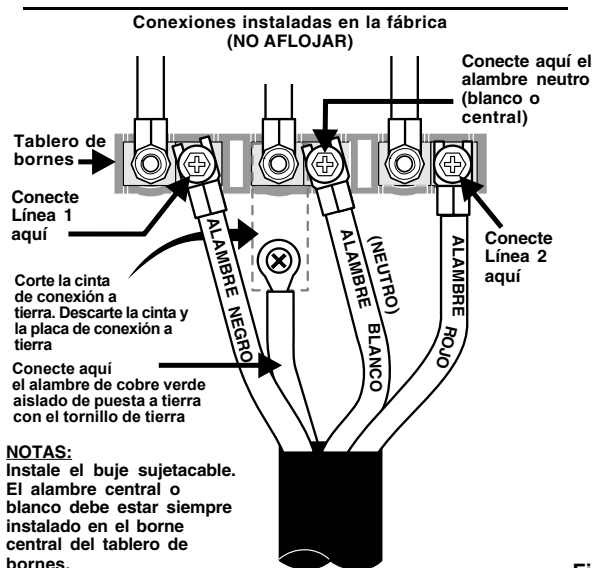

Fig. 12
(Instrucciones para Conexión Tetrafilar - Consulte la Fig.12)
4. Conecte el alambre de puesta a tierra (Verde) con el ojal en el marco del electrodoméstico con el tornillo de tierra usando el mismo agujero del marco donde estaba originalmente instalado el tornillo de tierra (Ver Fig. 12).